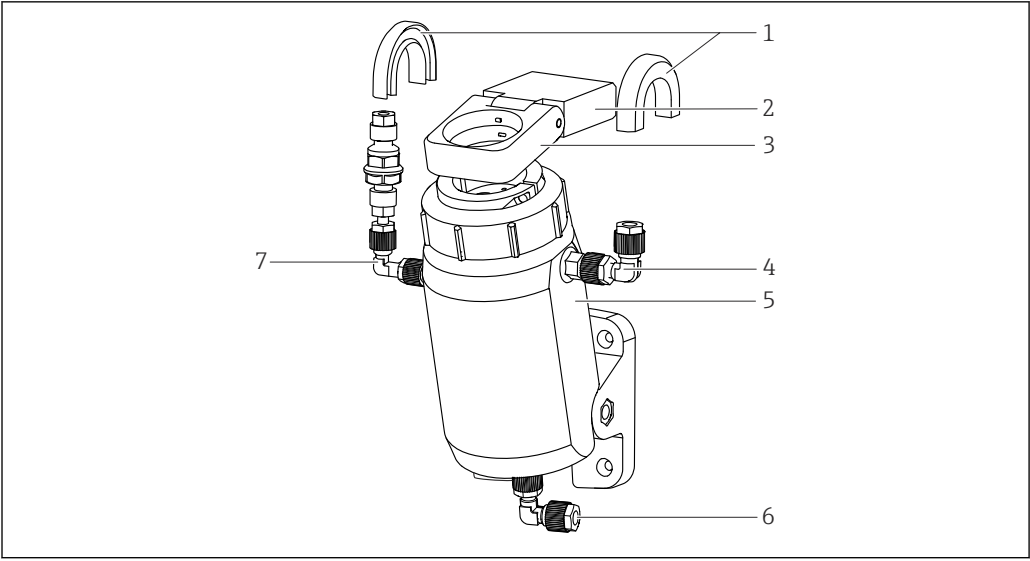

图 13 流通式安装支架
- 出现大量气泡时，调整传感器的倾斜角度→ 图 13。
如有可能, 设置测量系统时应避免产生气泡→ 图 13。安装支架自带消泡装置, 可辅助消除气泡。流速不低于 100 l/h (26.4 gal/h)时可达到最佳效果。